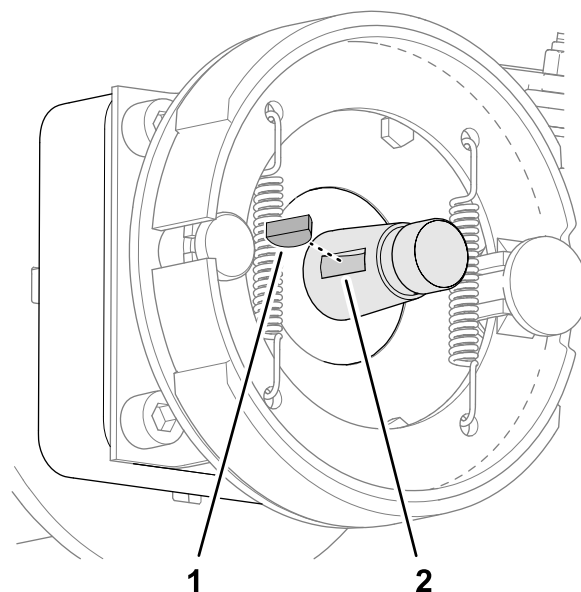

図 65
5. ホイールモータのシャフトから半月キーを外す 図 65。